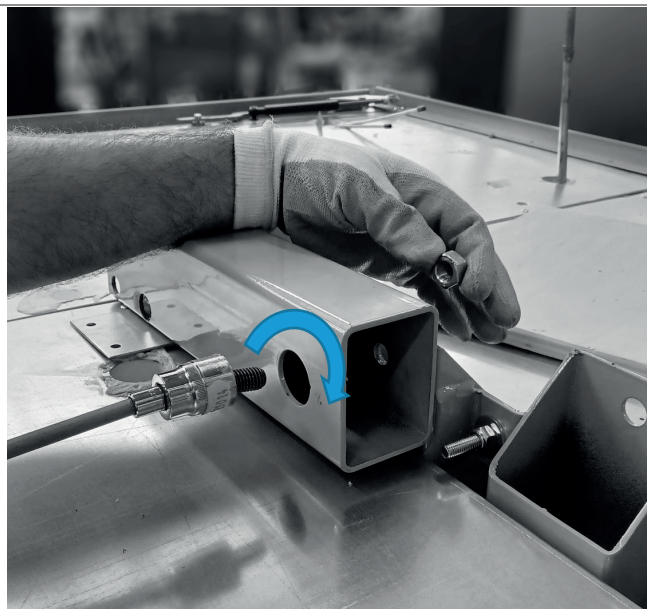

Abb. 49
- Den oberen Längsträger des Endmöbels mit Schraube und Mutter an der Tragstruktur der Gondel befestigen ("Abb. 49"). Vor dem Anziehen der Schraube die Höhe des Endmöbels einstellen.